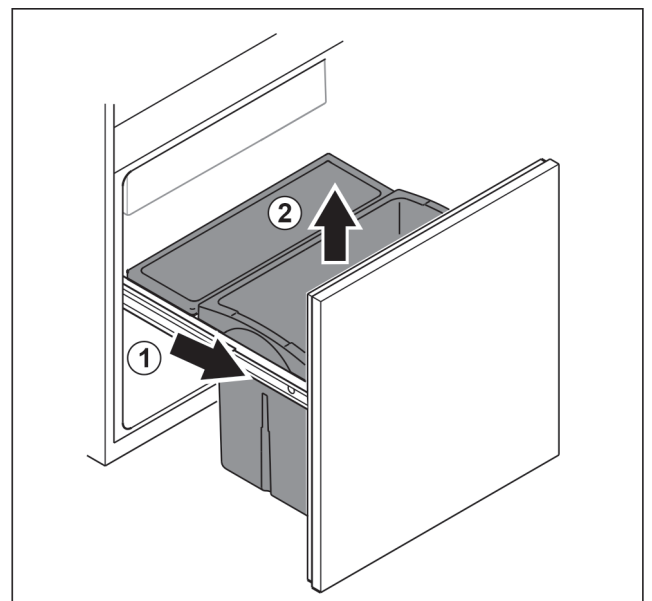

Fig. 98
- ▶ Витягнути витяжний візок до упору. Fig. 98 (1)
- ▶ Вийняти висувний ящик рухом вгору. Fig. 98 (2)